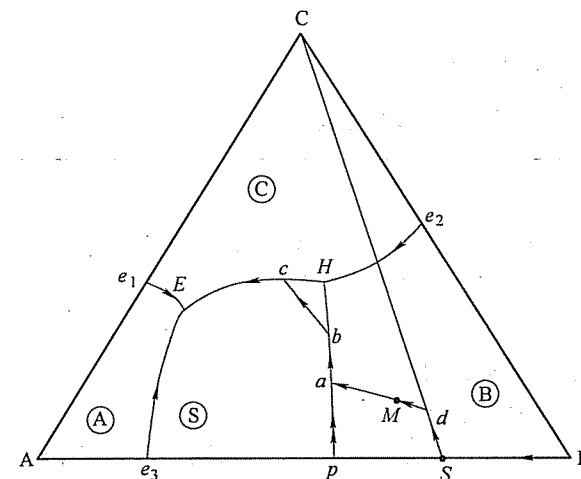

图 14-2 第七题解答图
1. 划分成 2 个分三角形，如图 14-2 所示。
2. 如图 14-2 所示。